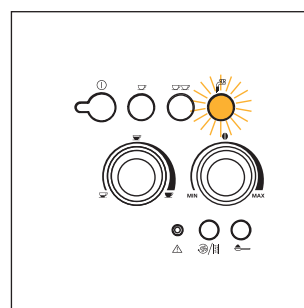

Рис. 22
- Под насадку поставьте пустую емкость, рис. 3. Поверните ручку пара до упора на половину оборота против часовой стрелки (индикатор  $\#$  начнет мигать, рис. 22). Несколько секунд сливайте воду, перемешанную с паром пока не пойдет один только пар.